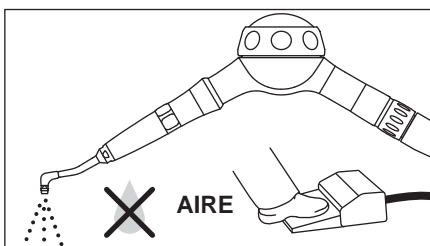

Fig. 12
- 2) Deje funcionar el aparato sólo con aire para eliminar el agua y el polvo que queden en la boquilla. (Fig. 12)